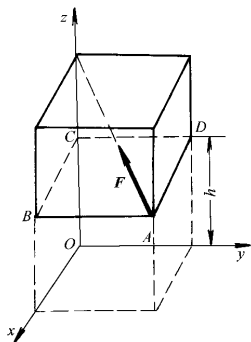

图 1-10
- 1-3 力  $F$  作用在边长为  $l$  的正立方体的对角线上（图 1-10）。设  $Oxy$  平面与立方体的底面  $ABCD$  相平行，两者之间的距离为  $h$ ，试求力  $F$  对  $O$  点的矩的矢量表达式。